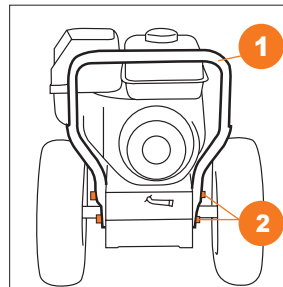

Рис. 6
- Присоедините и закрепите, если не установлена, нижнюю часть рукоятки **1** к корпусу снегоуборочной машины с помощью крепежных элементов **2** (болт М8х35 – 4 шт.) (Рис. 6).